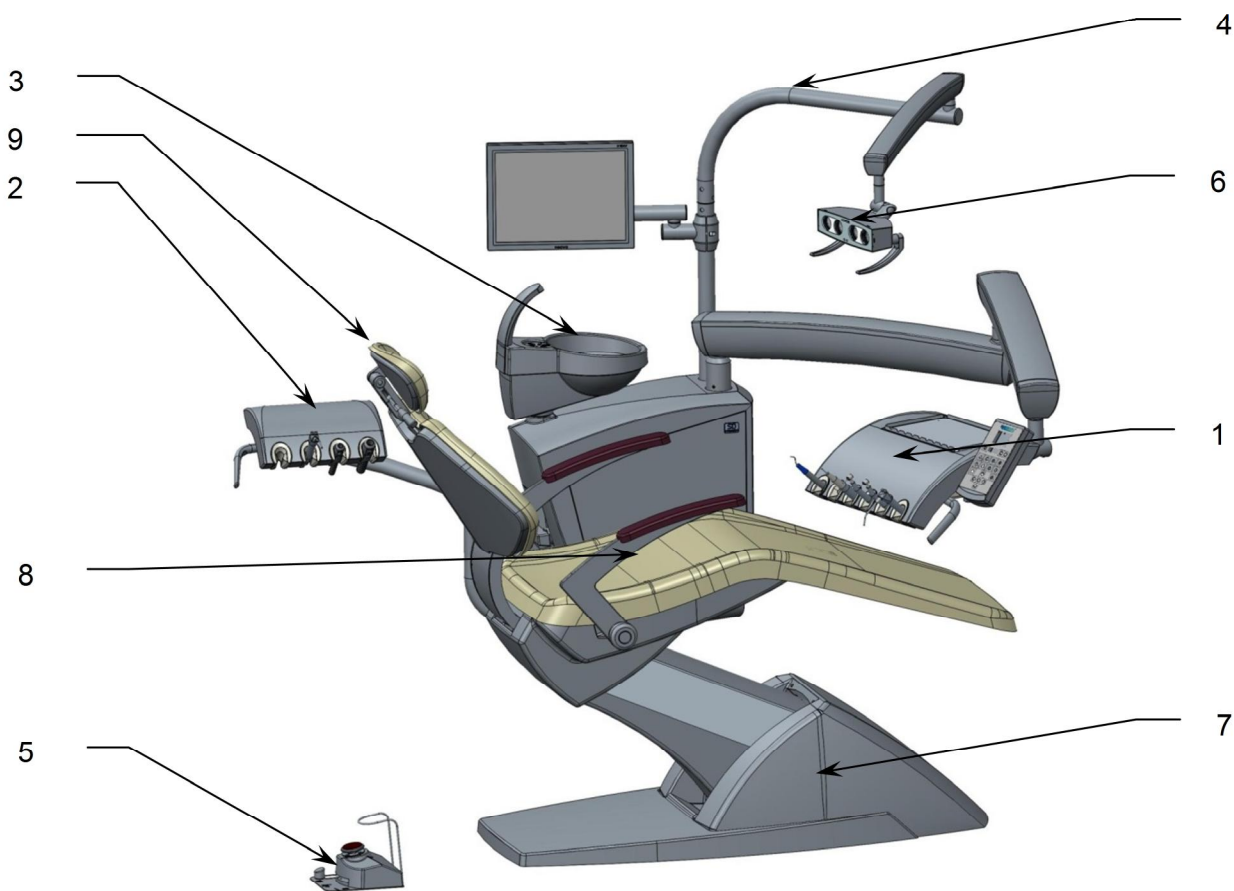
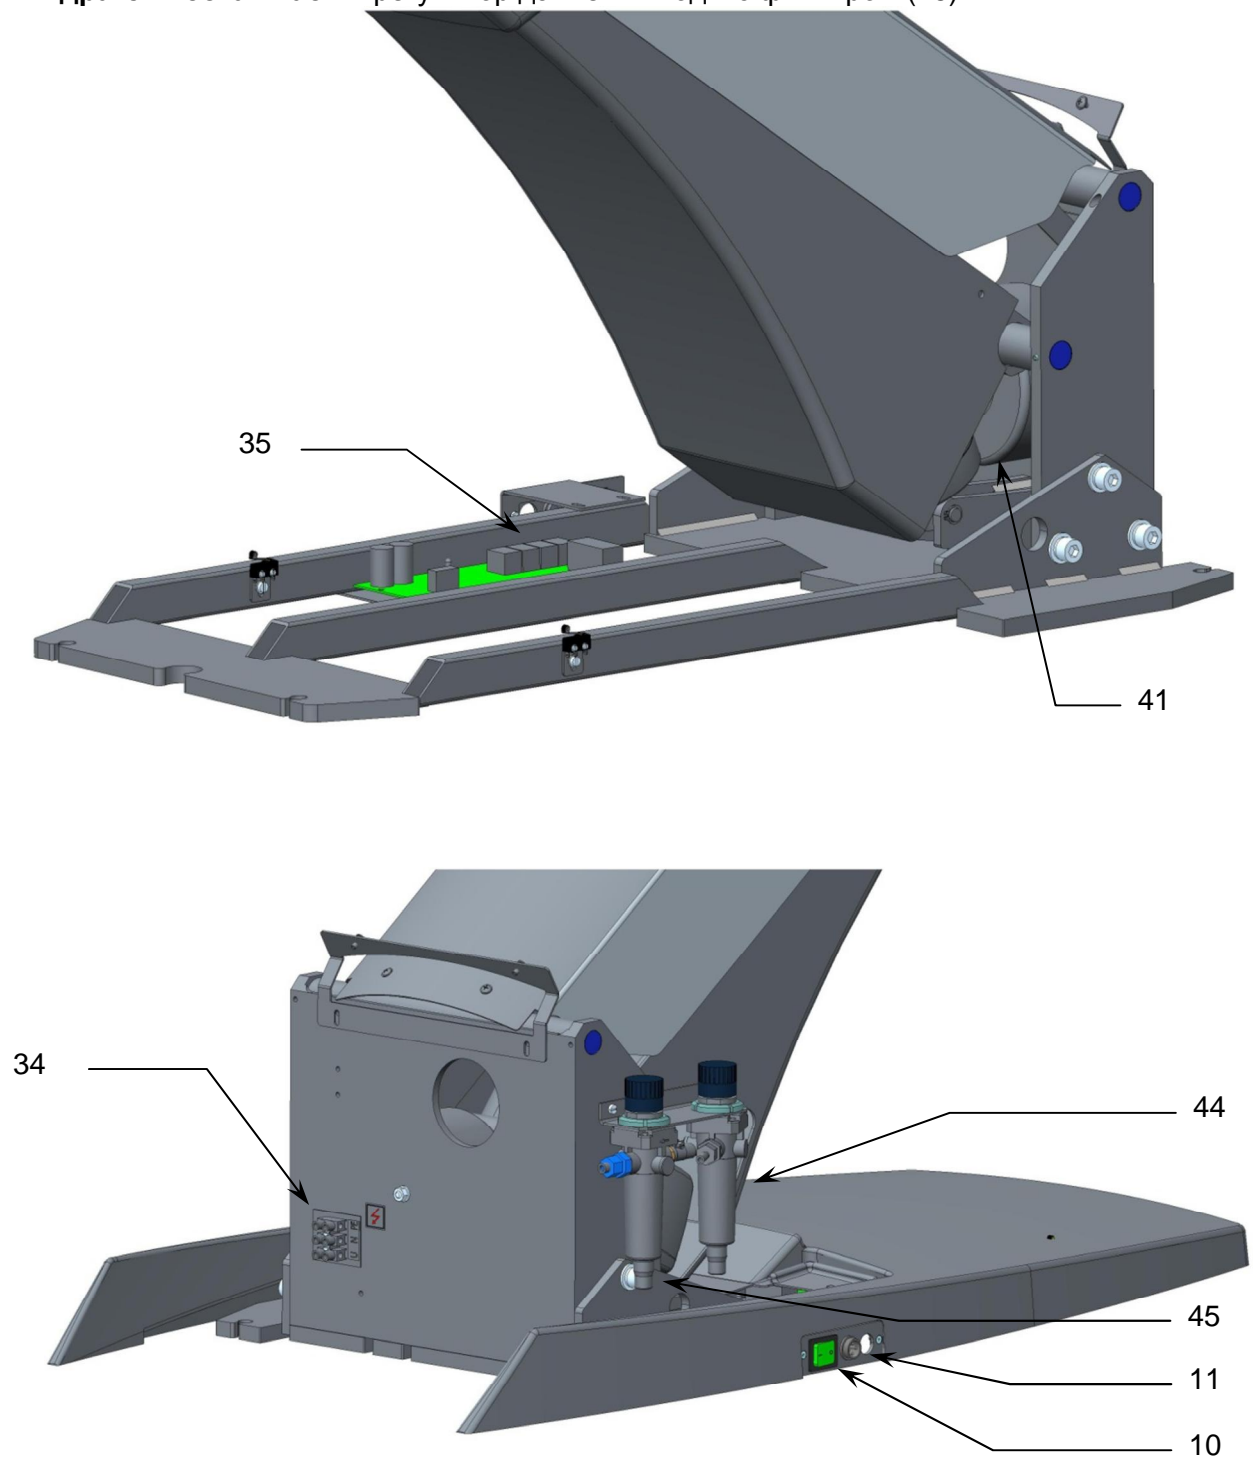

Рис.1
Рис. 3
СК представляет собой единый блок (рис. 1) вместе с креслом. В основании кресла (7) расположен подъемный механизм вместе с электродвигателями. С верхней стороны на этот механизм монтируется верхняя крышка (7), с которой соединено сиденье кресла (8). Спинка (9) прикреплена к сегменту (10). В верхней части спинки находится тормозной механизм высоко настраивания опоры под голову (9). Опору под голову можно откидывать около двух цапф. Настроенное положение обеспечивается зажимным механизмом. К левой стороне верхней крышки стационарно монтируется подлокотник (8). Правый подлокотник имеет откидывающийся механизм и поставляется под заказ. С правой стороны крышки силового блока (7) находится выключатель установки (11) через который СК подключается к электрической сети.
Под крышкой кресла (9) (рис. 1) находятся (рис. 3):
- **электрическая часть:** кабель главного выключателя (40) и ножного выключателя (42) вместе с трансформатором СК (41), электроникой (35) и
- **пневматическая часть:** главный шланг от безмаслянного компрессора и регулятор давления воздуха с фильтром (44)
- **гидравлическая часть:** регулятор давления воды с фильтром (45)